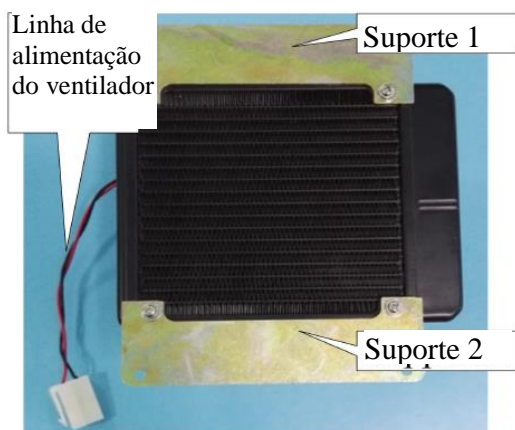

Figura 7-5
- Desconecte a linha de alimentação do ventilador, desparafuse os quatro parafusos que fixam o suporte do trocador de calor, retire o conjunto de trocador de calor e ventilador do painel direito, como mostrado na figura 7-5, desparafuse os quatro parafusos para remover o suporte.